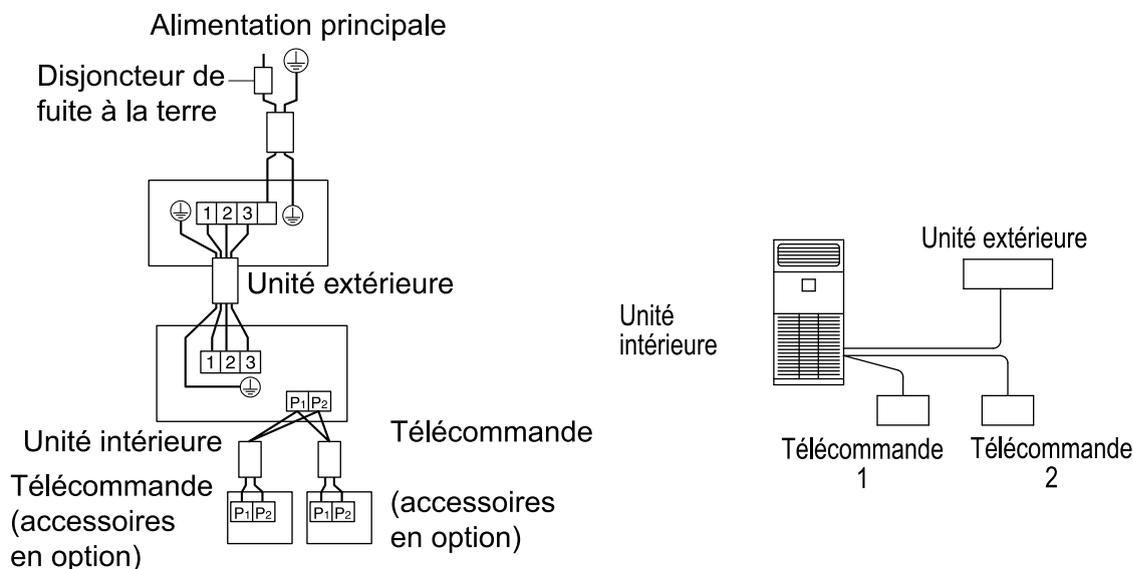

Fig. 37
- **Commande via 2 commandes à distance:** 2 commandes à distance commandent 1 unité intérieure. **(reportez-vous à la fig. 37)**
- (3) Retirez le couvercle du boîtier de commande (reportez-vous au chapitre "9. MODE DE RACCORDEMENT DES CÂBLES ET EXEMPLE DE RACCORDEMENT".)
- (4) Ajoutez un câble entre la télécommande 2 (secondaire) et la borne (P1, P2) du bornier (X1M) de la télécommande, au niveau du boîtier de commande (il n'y a pas de polarité) (Reportez-vous à la Fig. 37 et au Tableau 3)